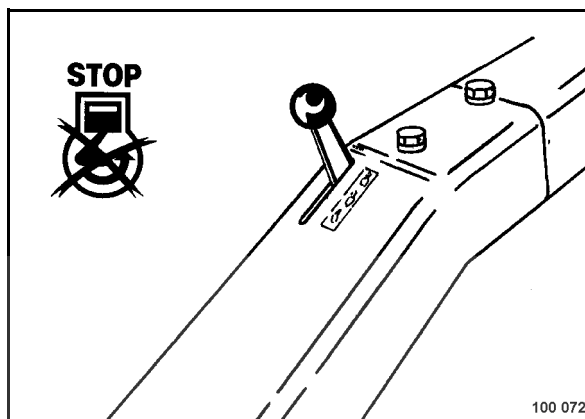

fig. 47
- Positionner le levier de réglage du régime (fig. 47) sur "STOP".